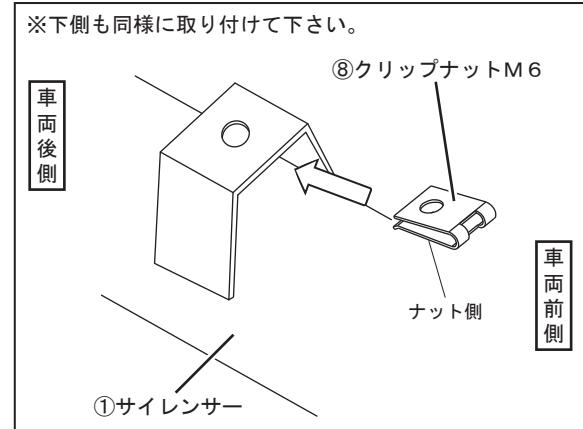

FIG. 8
7. ①サイレンサー前側の上下のステーに、⑧クリップナットM6をナットがパイプ側になるように取り付けて下さい。 (FIG. 8 参照)
8. 純正ヒートガード後側を止めるボルトを外し、純正ヒートガード内側に②ヒートガードを通して穴位置を揃え、純正ボルトで仮締めして下さい。